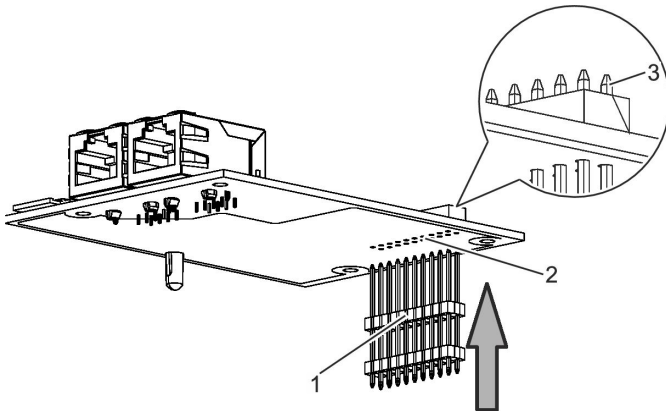

Fig. 49 : Fixation de la broche de connecteur
1. Prenez la broche de connecteur (Fig. 49 /1) et poussez-la, avec les extrémités plus longues, depuis le dessous, dans le module d'extension EM-IP (Fig. 49 /2).
Pousser la broche de connecteur juste assez loin pour que les broches dépassent légèrement sur le côté supérieur (Fig. 49 /3).